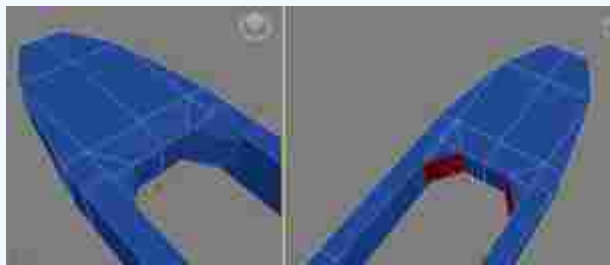
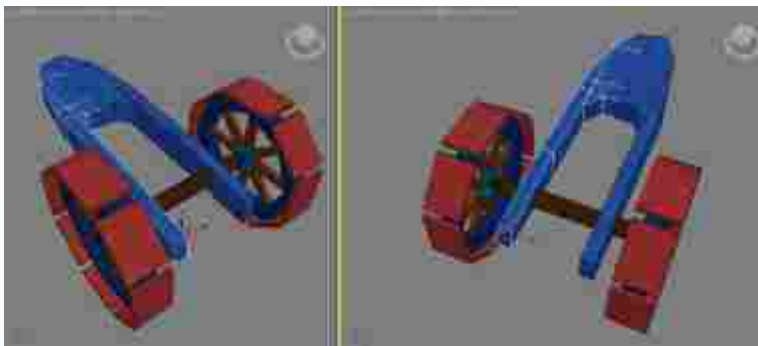

图2-28 托架内侧模型结构调整
图2-29 托架及车轮组合模型效果
(13) 对托架中部的造型结构进行细化。其方法为：单击cut命令对托架内侧的模型结构进行调整，进入  (面) 层级模式，单击工具栏中的  (选择并均匀缩放) 按钮，对拉伸出来的内侧模型结构进行适度的单轴向缩放，如图2-28所示。显示前面制作的车轮模型，根据车轮的结构定位，对托架的前端结构整体进行调整，如图2-29所示。